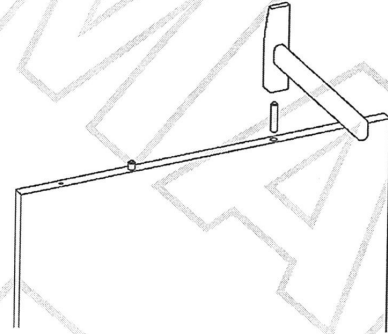

Fig. 2
5. Se prind glisierile, de peretii pentru tastatura, ca in Fig.2 , cu rola spre fata. Se vor folosi holzsuruburi 3,5x16. Se pune aracet in gauri, si se bat cep-urile din lemn cu grija. Se prinde lezena 568x80.